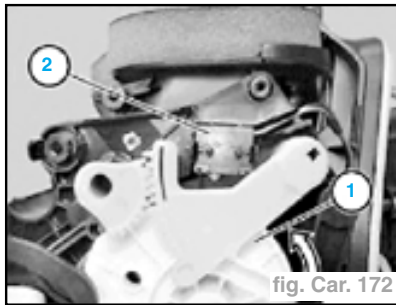

fig. Car. 172
- Tourner la came-disque (1) jusqu'à pouvoir déclipser et retirer le microcontacteur (2) (fig. Car. 172).